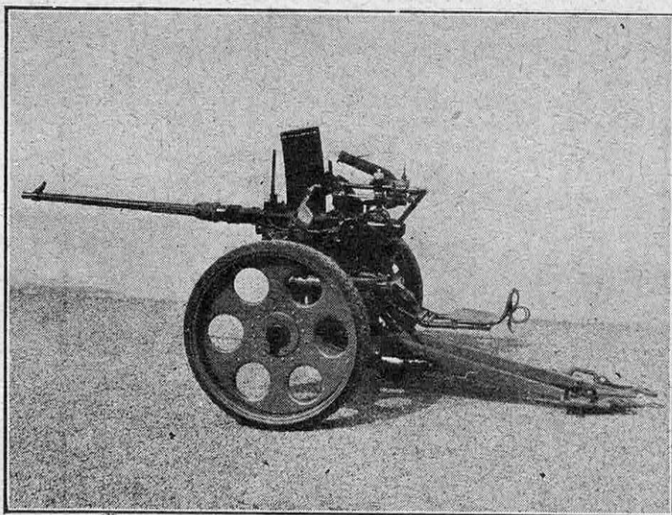

FIG. 3. — CANON « OERLIKON » DE 20 MM EN POSITION DE TIR SUR ROUES
*La photographie représente, en position de tir sous forte inclinaison, le matériel représenté en position de tir sur roues par la figure 3. Les flèches s'ouvrent pour former trépied ; l'essieu se démonte avec les roues. Les caractéristiques de ce canon sont les suivantes : longueur, 70 calibres ; vitesse initiale, jusqu'à 870 m/s ; portée, 5 000 m ; plafond 3 700 m.*